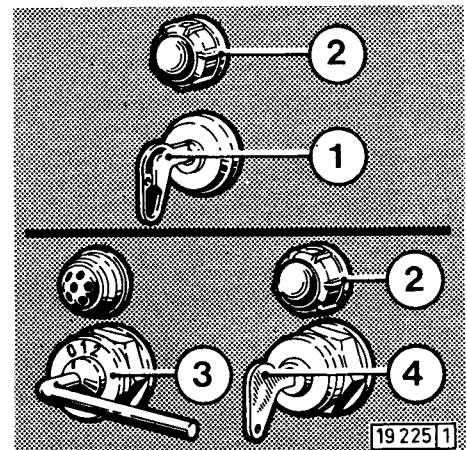

Fig. 29
- ▶ Anlaßschlüssel 4 (Fig. 29) einstecken, nach rechts auf zur Raststellung drehen, wobei die Ladestrom-Kontrolllampe 2 aufleuchten muß.